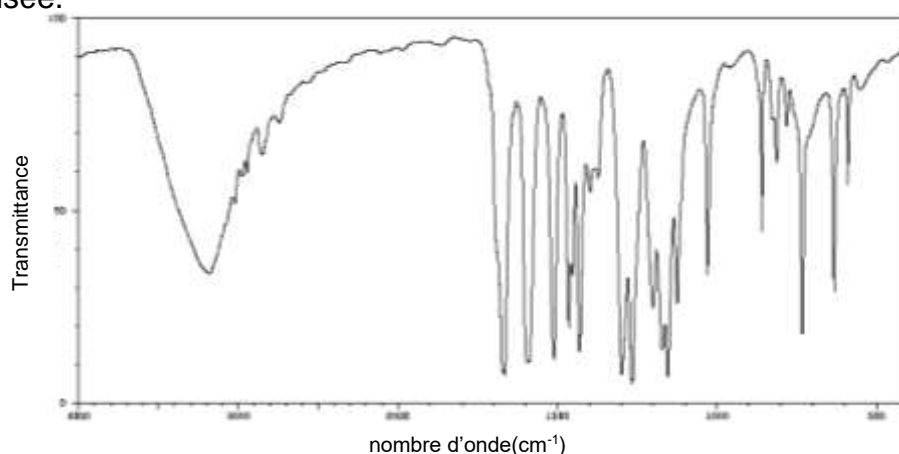
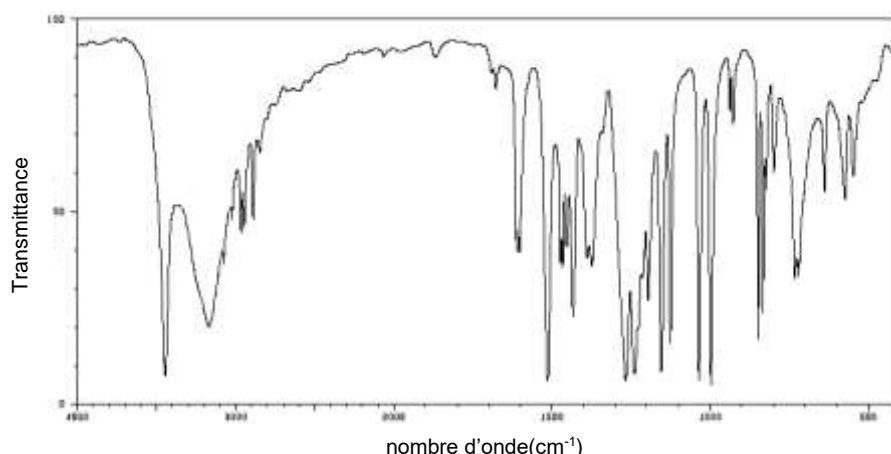

Figure 2. spectre d'absorption IR de la vanilline.
Figure 3. spectre d'absorption IR du produit de synthèse.
1.8. Les spectres d'absorption infrarouge de la vanilline et du produit de synthèse obtenu sont donnés ci-dessous (figure 2 et figure 3). Vérifier que la vanilline a été consommée lors de la réaction réalisée.